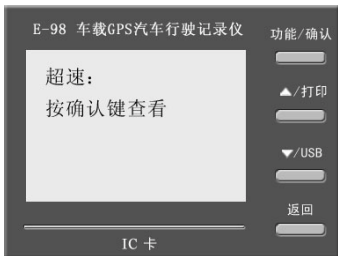

图 23
- 1) 操作步骤：先按“功能”键，再按“▲”或“▼”选择到“超速记录”项，当屏幕显示“请按确认键查看”时（如图 23），按“确认”键可查看第一次超速的最高车速和超速时间，按“▼”可查看下一条记录（可查看最近 7 条）。当该车无超速记录时，显示为：“无记录”（如图 22）。